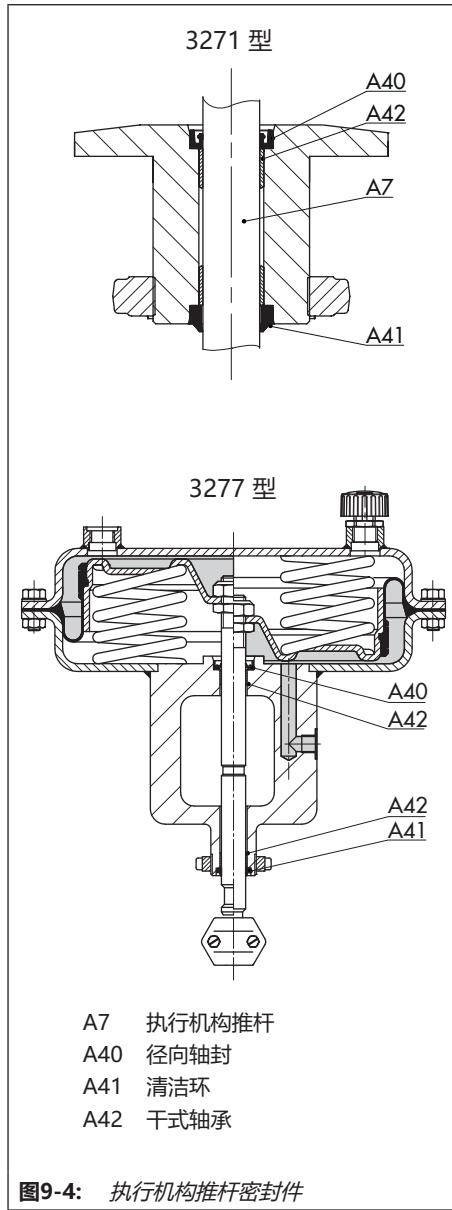

图9-4：执行机构推杆密封件
请参见图9-4
6. 使用合适的工具安装径向轴封。确保径向轴封正确对齐 (请参见图9-4)。
7. 使用合适的工具安装径向轴封。确保径向轴封正确对齐 (请参见图9-4)。